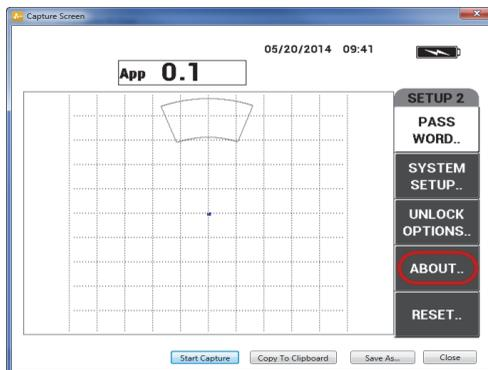

Figura 7-3 Menú ABOUT (acerca)
2. Pulse la tecla D para seleccionar el menú **ABOUT** (ACERCA). Ver la Figura 7-3 en la página 193.